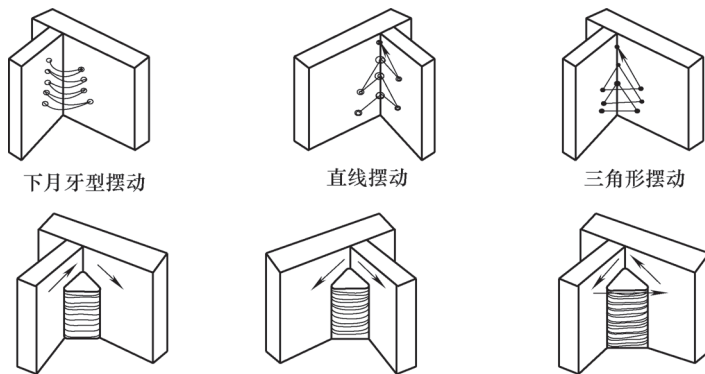

图1 立向上焊典型摆动方法
(1) 打底焊 打底焊时，焊丝做锯齿形摆动，焊丝不能越过熔池前端，防止穿丝。焊丝摆到坡口边缘时稍作停留，使熔池中心温度得到冷却，两侧充分熔合；焊丝经过坡口间隙处时摆动要快，使之形成金属过桥，并保证焊缝背面成形。
(2) 立向上焊 立向上焊接时，典型的焊枪摆动方法有月牙形（有上月牙形和下月牙形两种）、直线形和三角形三种基本的操作方法。要点包括：①电弧要沿母材与熔池交界处移动，保证此处熔合良好，同时降低熔池中心温度，保证焊缝表面平滑。②电弧要伸到焊缝根部，保证根部熔透。③电弧要在坡口两侧稍作停留。④开坡口有间隙打底焊接时采用下月牙形摆动，防止穿丝并保证焊缝背面成形。立向上焊典型的摆动方法如图1所示。